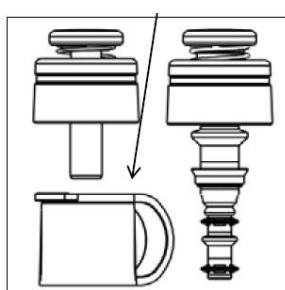

Figure 2
- 11) Bei Verwendung des dreiteiligen Kits (siehe Abb. 2) das Biopsieventil anschließen.